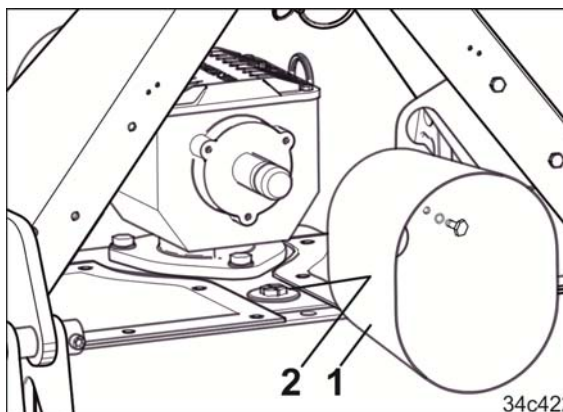

Bild 180
2. Skruva loss skyddsbehållaren (Bild 180/1).
3. Öppna tätningsproppen (Bild 180/2).